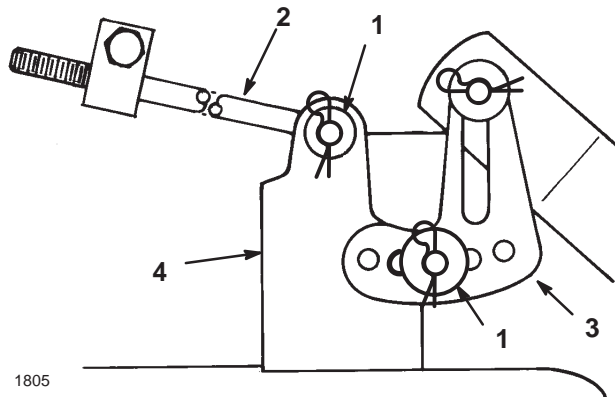

Bild 19
9. Entfernen Sie den Splint und die Scheibe vom Ende der langen Stange (Bild 19). Schieben Sie die Stange aus der Schneidwerkhalterung heraus.
10. Entfernen Sie den Splint und die Scheibe von der Schneidwerknivellierhalterung (Bild 19). Schieben Sie die Halterungen vom Montagestift herunter. Bringen Sie die Scheibe und den Splint zur Einlagerung wieder an.